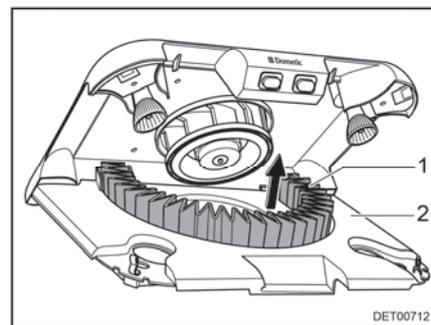

Fig. 148 Cambio del filtro de carbón activado
- Extraer el filtro de carbón activado (Fig. 148,1) hacia arriba del soporte.
- Girar el porta filtro (Fig. 148,2) hacia arriba hasta que engatille.